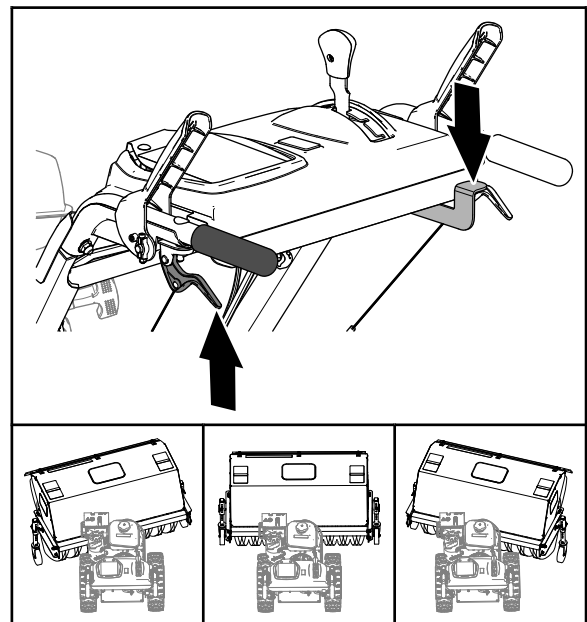

Bild 20
3. Drücken Sie den Hebel mit dem Daumen der rechten Hand nach unten (Bild 20).
4. Drücken Sie den linken Radkupplungshebel zum Holm (Bild 20) und schieben Sie das Gehäuse der Kehrbürste in den gewünschten Winkel.